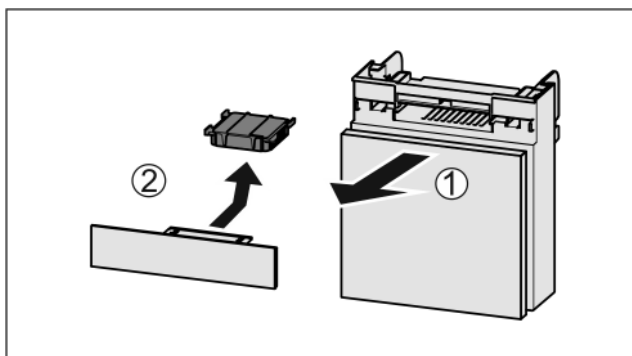

Fig. 41
- Вытянуть Fig. 41 (1) отделение движением вперед.
- Извлечение Fig. 41 (2) фильтра с активированным углем.